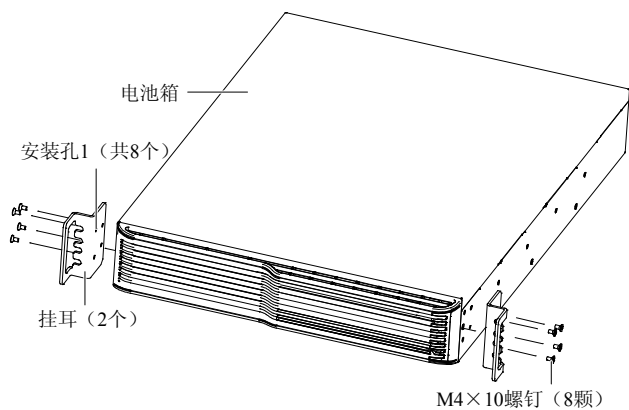

图2-7 安装挂耳
1. 从附件中取出挂耳（2 个）和 M4×10 螺钉（8 颗），通过安装孔 1 用螺钉将挂耳固定在电池箱上，如图 2-7 所示。